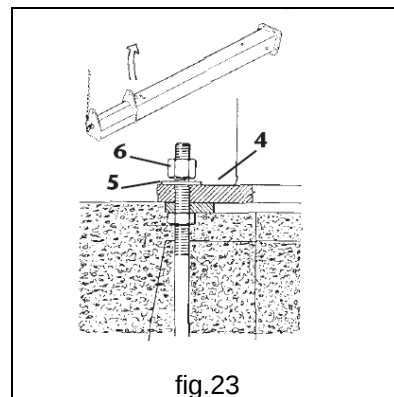

fig.23
3. Erguir la columna sin el brazo, levantándola en la parte superior con el equipo adecuado después de haberla eslingada como se indica, montarla en el marco de fundación colocando correctamente la placa de base **4** y acercar las tuercas **6**, interponiendo antes las arandelas planas **5** (fig.23).